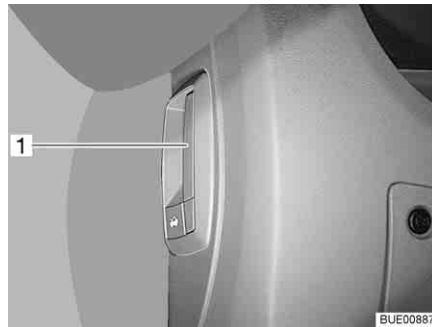

Bild 40 Entriegelungshebel Motorhaube (im Fahrzeug)
- Den Hebel (Bild 40,1) links unter oder seitlich neben dem Armaturenbrett ziehen.